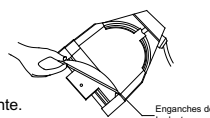

Figura 5
7. En ese momento, retire el dedo, dejando que la lente descansa sobre las sujeciones de la lente. (Figura 5)